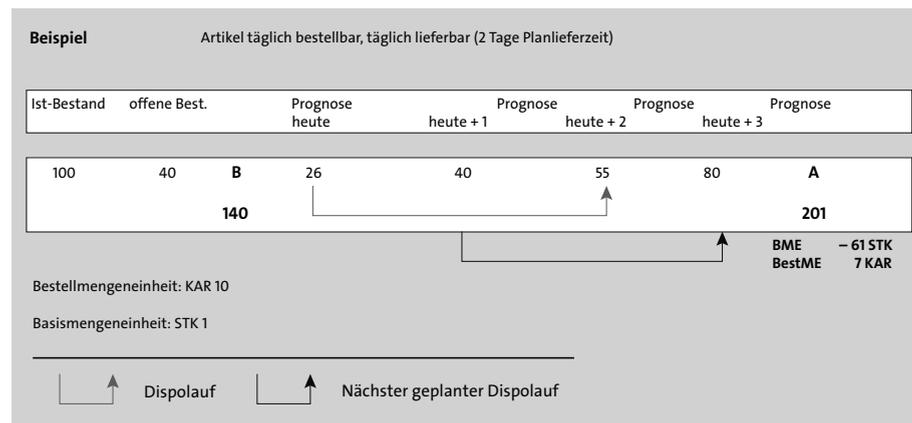

Abbildung 4.8 Beispiel einer Saisonprognose
Auf Basis der Prognosewerte berechnet die Disposition nun den Bedarf. Die Bedarfsplanung ist in SAP S/4HANA Retail so eingestellt, dass das Verteilzentrum bis zur Verfügbarkeit der nächsten Lieferung bevorratet wird. In unserem Beispiel ist der Artikel täglich bestellbar, und die Planlieferzeit dauert zwei Tage, also bis zur Verfügbarkeit der nächsten Lieferung (heute plus drei Tage). Die Werte der Prognose bilden den Bruttobedarf A (in unserem Beispiel $26 + 40 + 55 + 80 = 201$). Von diesem Bedarf werden der Bestand (100) sowie die offenen Bestellungen, die in diesem Zeitraum eintreffen, abgezogen (40). Damit ergibt sich ein Nettobedarf von $201 - 140$, also 61 Stück (siehe Abbildung 4.8). Das System wird in diesem Fall 61 Stück als Bedarf vorschlagen.